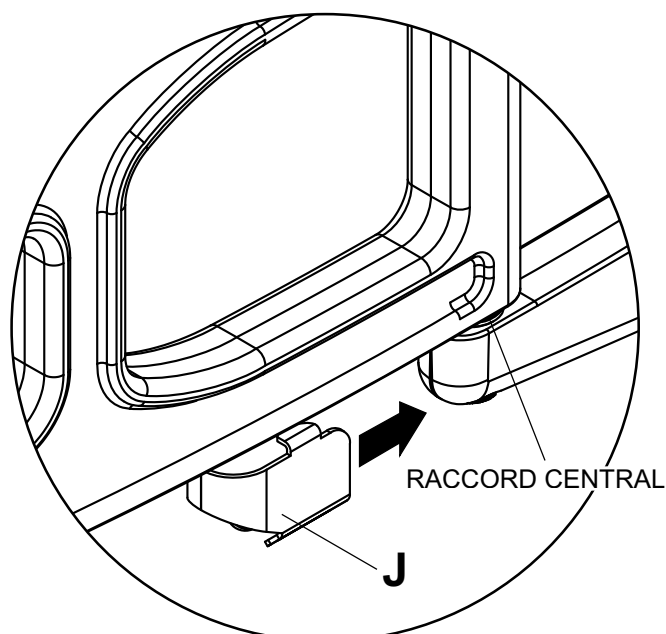

fig. 5.1
- 5** Les câbles peuvent être acheminés à l'aide d'un serre-câble (J).
Faites glisser le serre-câble (J) sur la partie inférieure du raccord central comme illustré à la figure 5.1 et fixez les câbles au serre-câble à l'aide d'une attache de câble (K) comme illustré à la figure 5.2.